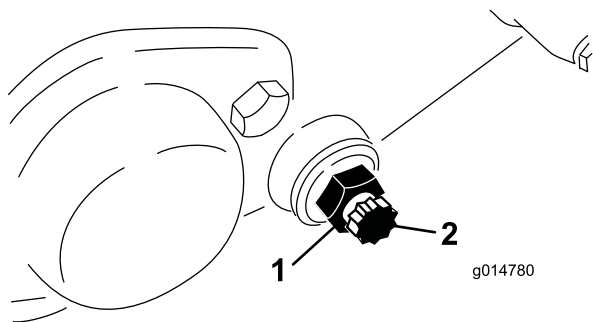

Figure 59
3. De chaque côté de la machine, desserrez l'écrou de blocage qui maintient le boulon de la barre d'appui (Figure 59).
Mettez de côté les 2 rondelles en nylon et les 2 rondelles en acier estampé de chaque côté de la barre d'appui (Figure 59).